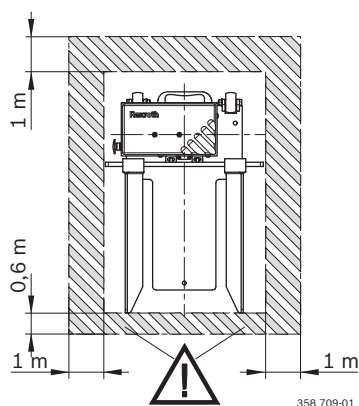
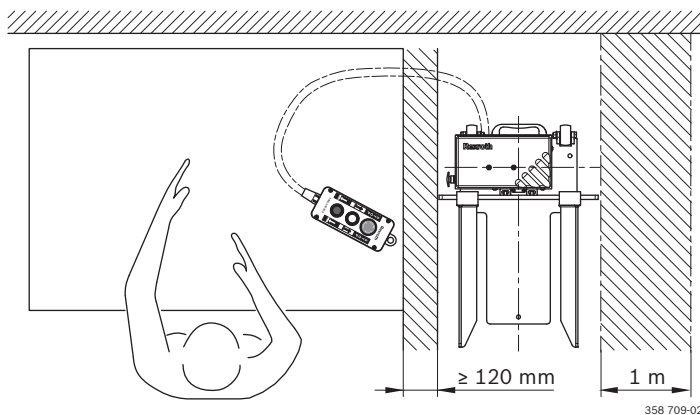

Fig. 1: Kasseløfter med merket fareområde (gul/svart)
Fig. 2: Bruk ved siden av en arbeidsplass med skisserte sikkerhetsavstander
Vær oppmerksom på forslagene som vises i Fig. 1 og Fig. 2:
- Frittstående bruk (Fig. 1)
- Drift ved siden av en arbeidsplass (Fig. 2)